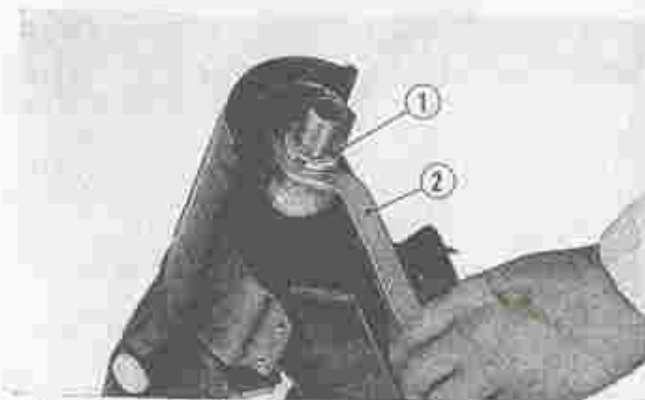

Fig. 90 ① Balhoofd moer ② Haaksleutel
① 8 mm bouten C50
- 5) Draai de balhoofdmoer los, verwijder de vorkbrug en de stelmoer en laat de vork uit het balhoofd zakken. (Fig. 90)